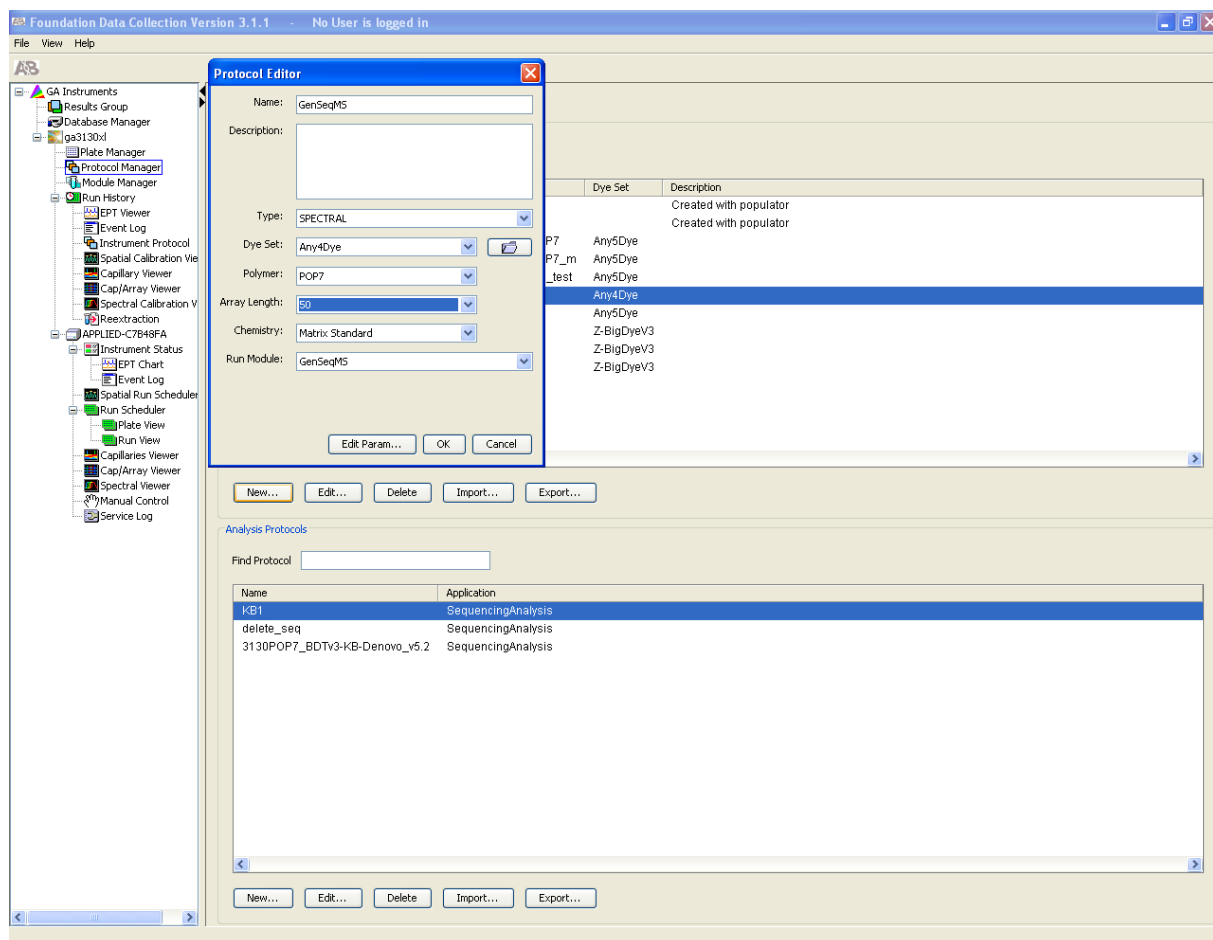

Рисунок 13 – Установка параметров протокола спектральной калибровки генетического анализатора GA3130xL с помощью спектрального калибратора «GenSeqMS».
6. Установить следующие значения (рисунок 13):